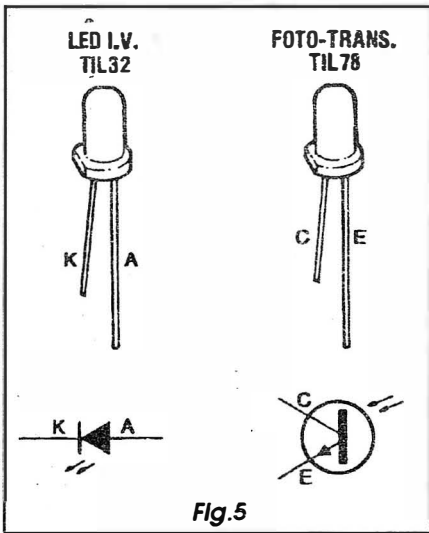

Fig.5
- FIG. 5 - DETALHES QUANTO AOS COMPONENTES OPTO-ELETRÔNICOS - Aqui em APE sempre procuramos dar o máximo de peso às informações visuais (desenhos, fotos, diagramas, ilustrações...), pela simples razão dessa forma de comunicação ser a mais direta e a que deixa a menor margem de dúvidas... Um caso típico dessa necessidade é o que se refere às aparências e funções do LED infra-vermelho e do foto-transistor... O jeito externo dos dois é extremamente parecido, ensejando confusões ou trocas inad-